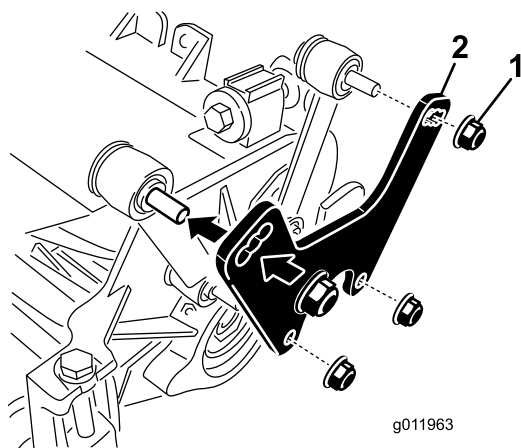

Figura 9
1. Retire as porcas e anilhas que fixam as ligações de elevação à placa lateral da unidade de corte e estrutura de suporte (Figura 9).